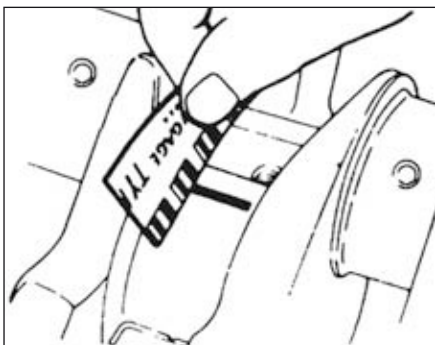

FIG.69
- Mesurer l'écrasement du fil du jeu diamétral qui doit être compris entre 0,03 et 0,07 mm à l'aide du calibre imprimé sur le papier d'emballage du fil (Fig.69).